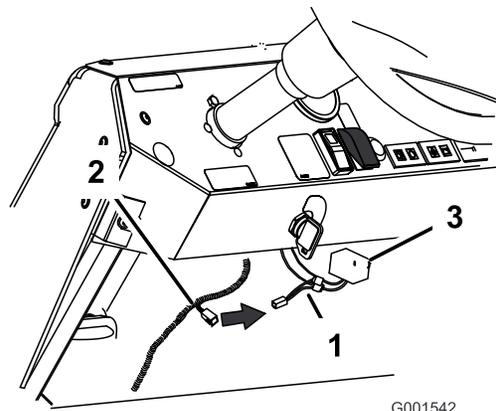

図 17
- B. 同じ色同士の電線をより合わせて、ライトスイッチコネクタに接続する (図 17)。
- C. アダプタワイヤハーネスを新しいハーネスに接続する (図 17)。